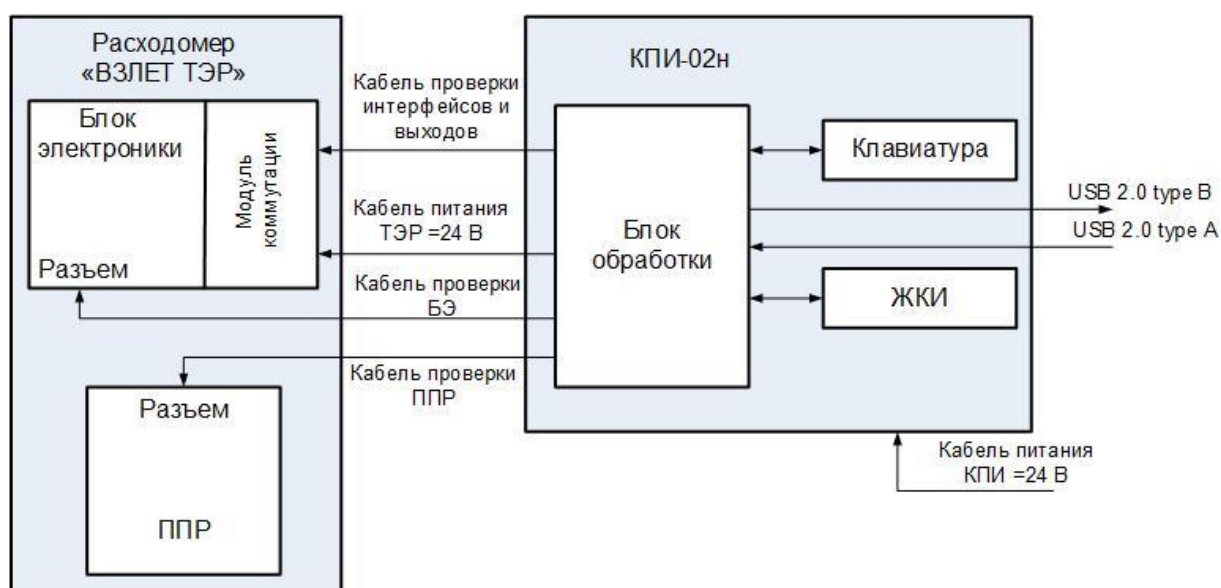

Рис.1. Структурная схема подключения КПИ к ТЭР.
Структурная схема подключения КПИ к ТЭР показана на рис. 1.
3.1.1. Для управления КПИ с клавиатуры используется многоуровневая система меню (Приложение Д), состоящая из основного меню, подменю и окон, содержащих списки команд и параметров. Основное меню (рис.1), а также структура подменю и окон зависит от установленного режима работы КПИ.